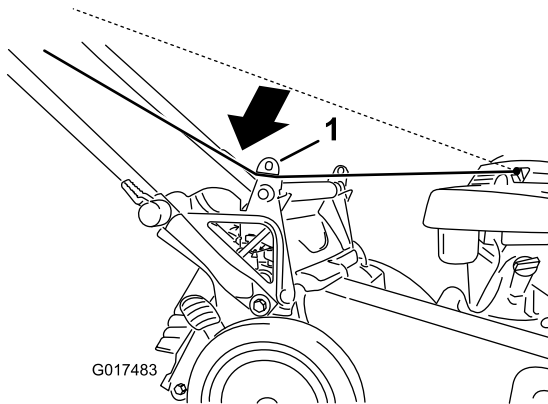

Figura 19
1. Pase la cuerda del arrancador alrededor de la guía de cuerda inferior (Figura 19).